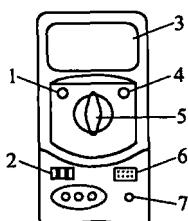

图 1-1 数字万用表示意图
(1) 将 POWER 开关按下，检查 9V 电池，如果电池电压不足，“ $\square$ ”将显示在显示器上，这时需要换电池。
(2) 测试笔插孔边的“▲”符号，表示输入电压或电流不应超过示值，这是为了保护内部线路免受损坏。
(3) 测试之前，功能开关(如图 1-1 所示)应置于所需要的量程。